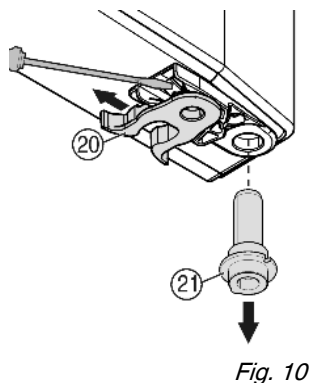

Fig. 10
- ▶ Flytt fjærklemmen *Fig. 10 (20)* over til den andre siden: Press låsetappen ned, trekk fjærklemmen av over den.
- ▶ Trekk lagerbolten *Fig. 10 (21)* ut av dørhylsen, og sett den inn på motsatt side sammen med underlags-skiven. Låsetappen må peke mot dørens innside, sporet mot utsiden.
- ▶ Sving døren inn nede, og sett lagerbolten *Fig. 10 (21)* inn i lagerbukken. Drei ev. på lagerbolten, slik at den kan klikke på plass.